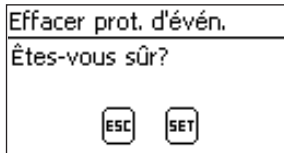

Fig. 16 La fenêtre de dialogue *Supprimer compte rendu d'événements*
1. Appuyez sur la touche « *SET* ». La Fig. 16 apparaît à l'écran.